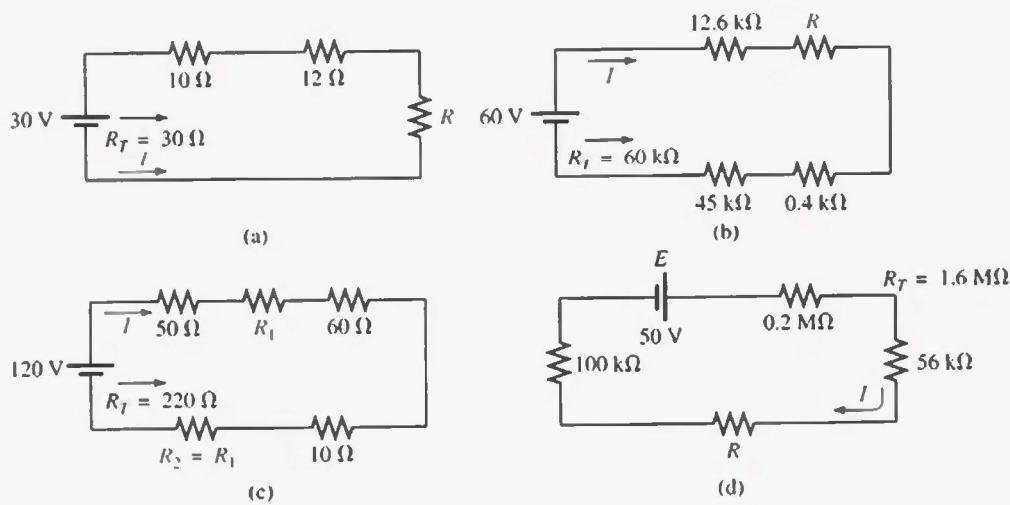

FIGURA 5.72
2. Para los circuitos de la figura 5.72, se especifica la resistencia total. Encuentre las resistencias desconocidas y la corriente I para cada circuito.